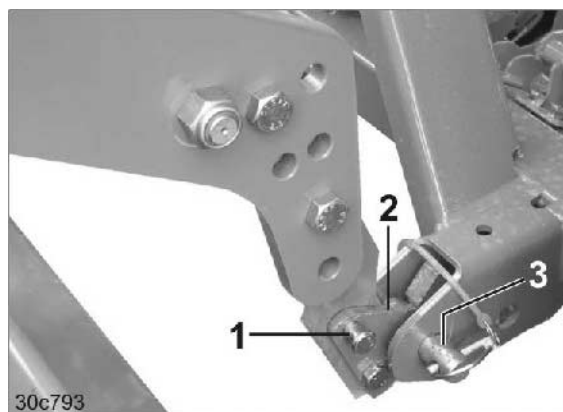

Fig. 35
2. Træk de to bolte (Fig. 35/1) ud af liftarmene, og drej sikringslaskerne (Fig. 35/2).
5. Tag boltene til såmaskinens liftarme (Fig. 35/3) op med hasperne til liftarmene.
6. Fastgør sikringslaskerne (Fig. 35/2) med boltene (Fig. 35/1).